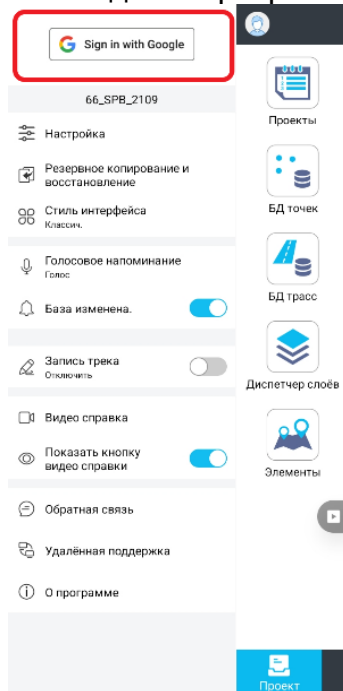

Рисунок 2.2.29
4.Вернитесь к боковой панели. В верхнем правом углу нажмите на кнопку регистрации с помощью учетной записи Google (Рисунок 2.2.29) и войдите в свою учетную запись, предоставив необходимые разрешения: